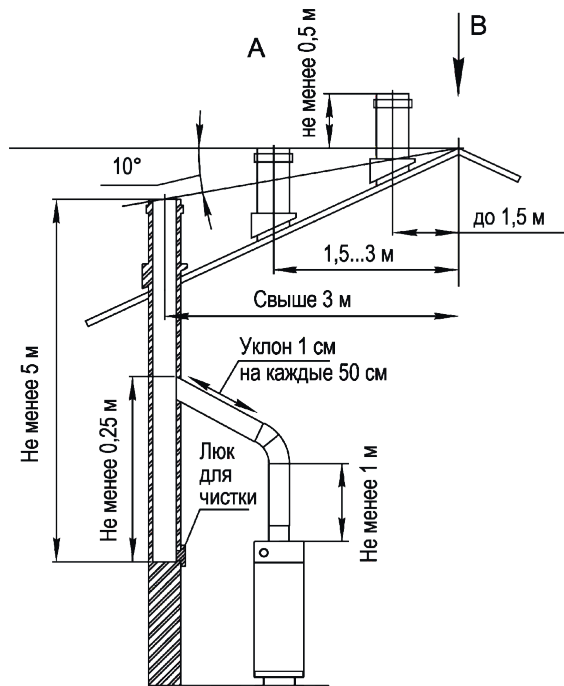

рис. 4 - Схема расположения дымовой трубы
- высота трубы над крышей должна быть не менее размеров, указанных на рис. 4. Обратите внимание на положение оголовка трубы с несколькими каналами относительно конька крыши;